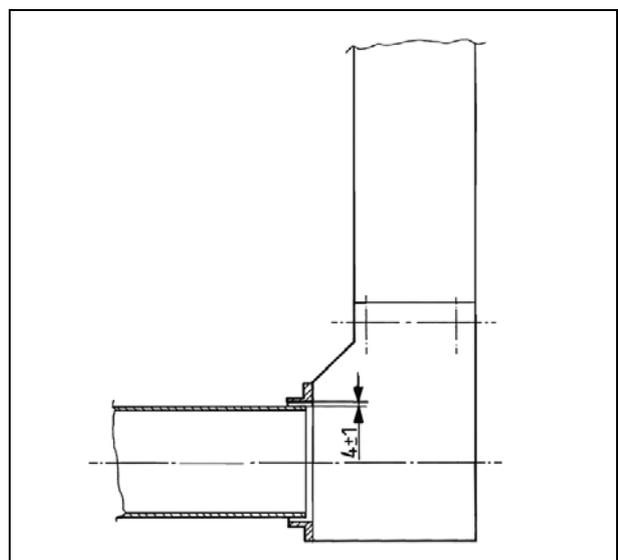

Рисунок 13
- Отрегулируйте желоб элеватора так, чтобы между трубой шнека и входным отверстием элеватора был зазор 4 ± 1 мм (Рис. 13).